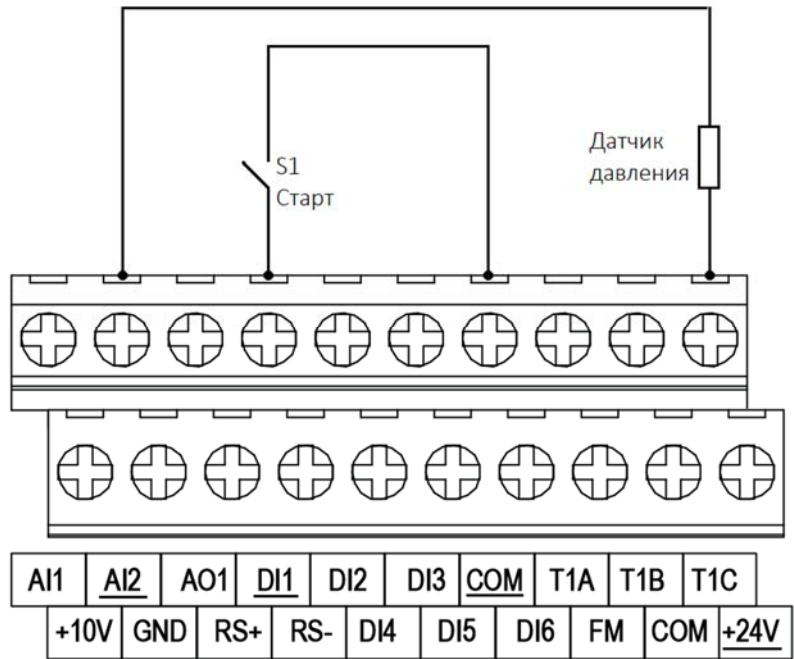

Рисунок 2. Схема подключения датчика давления к VFD1 (используется встроенный источник питания)
- С использованием внутреннего источника питания (Рис. 2).